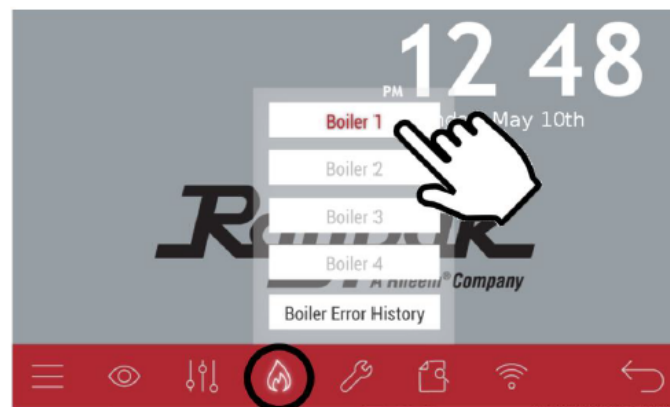

Figure 56. Option chaudière 1
2. Sur l'écran tactile, allez à Chaudière>Chaudière 1 selon la **Figure 56**.